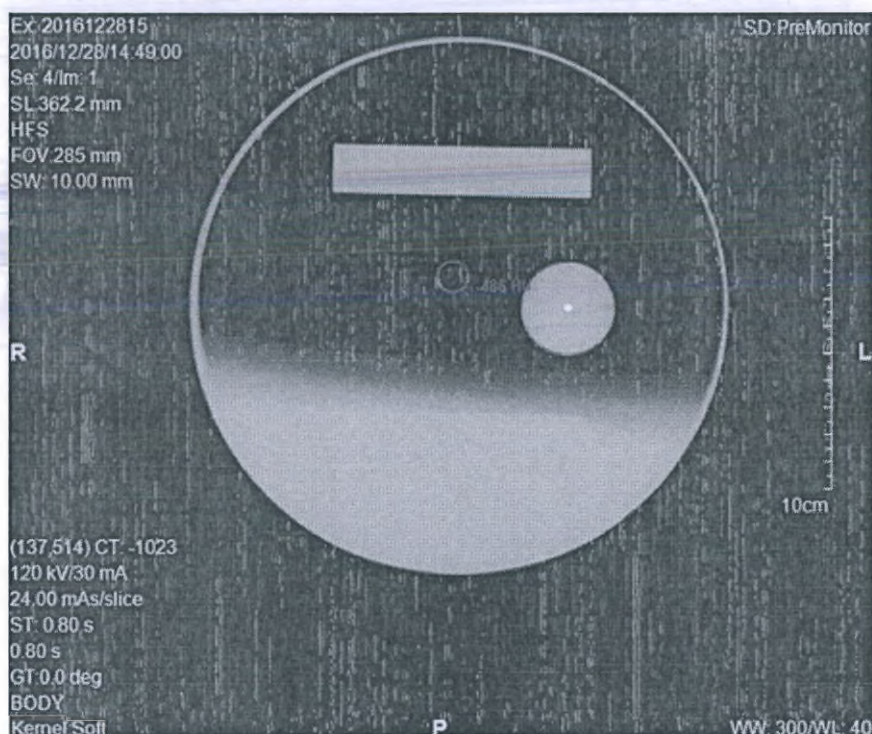

Рисунок 58 Область отслеживания плотности
- (4) Наведите курсор мышки на отслеживаемую область изображения. Курсор мышки станет круглым и диаметр круга можно изменить. Наведите зеленый круг курсора мышки на окружность сосуда, чтобы начать отслеживание плотности (см. рис. 58).